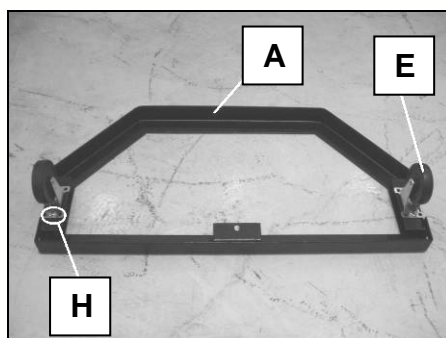

Fig 14
- Sous le bras inférieur (A), fixez les 2 roulettes unidirectionnelles (E) avec pour chacune 2 ensembles vis hexagonale M8x20 / écrou M8 / rondelle de 8mm (H) (Fig 14).